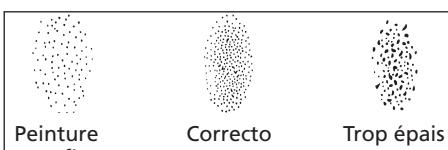

**Figure 6 - Taille de configuration**
- Ajuster la taille de débit à la forme désirée. Pour un plein débit, tourner le bouton de réglage de débit au sens contraire des aiguilles d'une montre. Pour une configuration ronde, tourner le bouton de réglage de débit au sens des aiguilles d'une montre (Voir Figure 6).
5. Desserrer les écrous de presse-étoupe. Remplacer le presse-étoupe SEULEMENT si la fuite ne peut pas être étanchée en resserrant l'écrou. (Voir Figure 6). Ne pas trop serrer un écrou de presse-étoupe, ceci peut limiter le déplacement de l'aiguille.